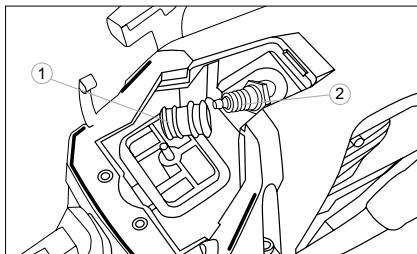

Fig. 26
3. Débranchez le câble haute tension de la bougie d'allumage 1 (fig. 26).